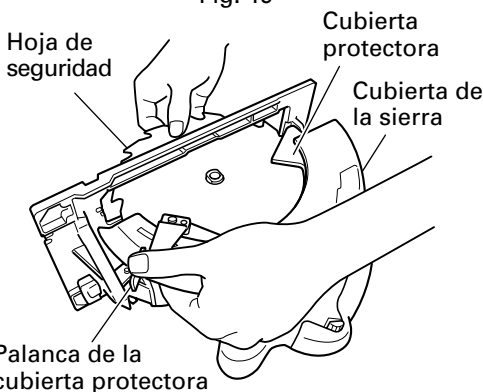

Fig. 20
- (2) Presione la palanca de bloqueo, bloquee el eje, y extraiga el perno de brida de cabeza hexagonal y la arandela (B) con la llave de cubo.
- (3) Sujetando la palanca de la cubierta protectora de forma que la hoja de sierra quede completamente al descubierto, extraiga la hoja de sierra. (Fig. 20)